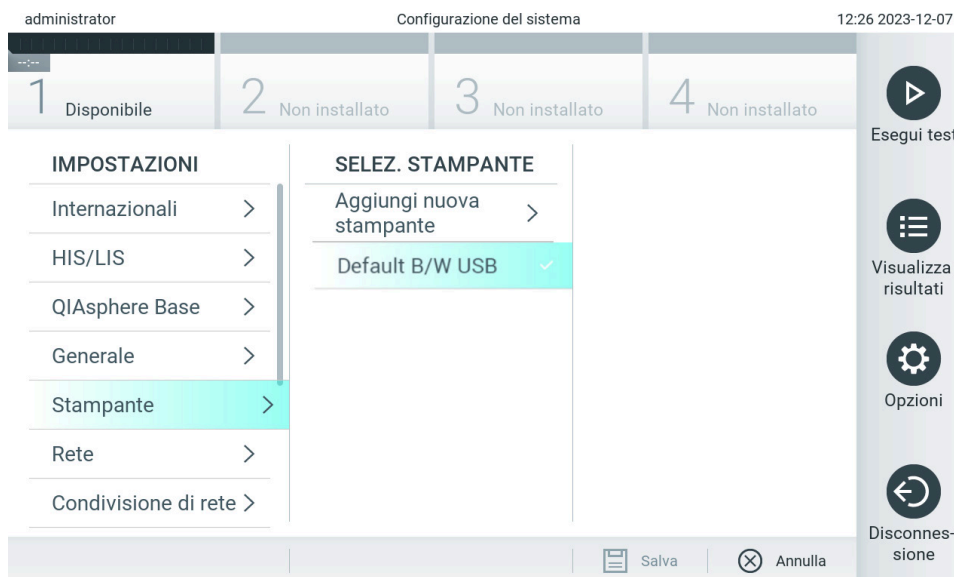

Figura 66. Selezione di una stampante di sistema.
3. Selezionare una stampante dall'elenco delle stampanti disponibili (Figura 66).